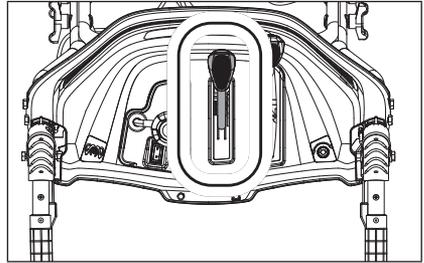

Figure 44
1. Localisez le levier de commande du déflecteur de la goulotte sur le panneau de commande. (Fig. 44)